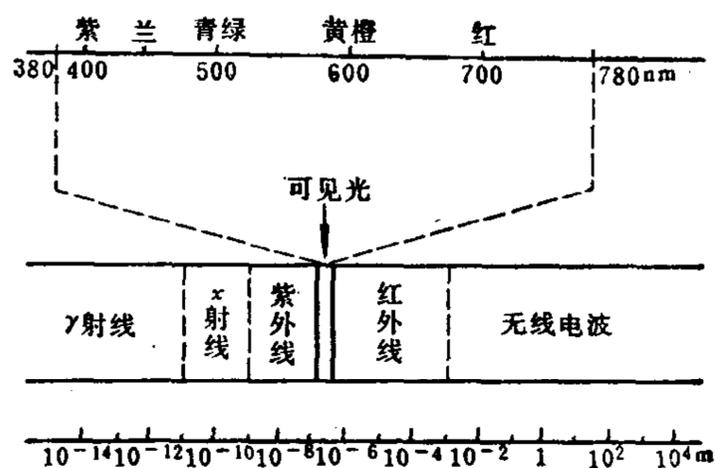

图 39.1-1 电磁波谱
a. 光 光是能引起视觉的辐射能，它是一种电磁波。光的波长一般在 380~780 毫微米 (nm, $1\text{nm}=10^{-9}\text{m}$) 范围内，不同波长的光给人的颜色感觉不同。波长长于 780 毫微米的辐射及短于 380 毫微米的辐射均不能引起视觉，前者称为红外辐射，后者称为紫外辐射，见图 39.1-1。